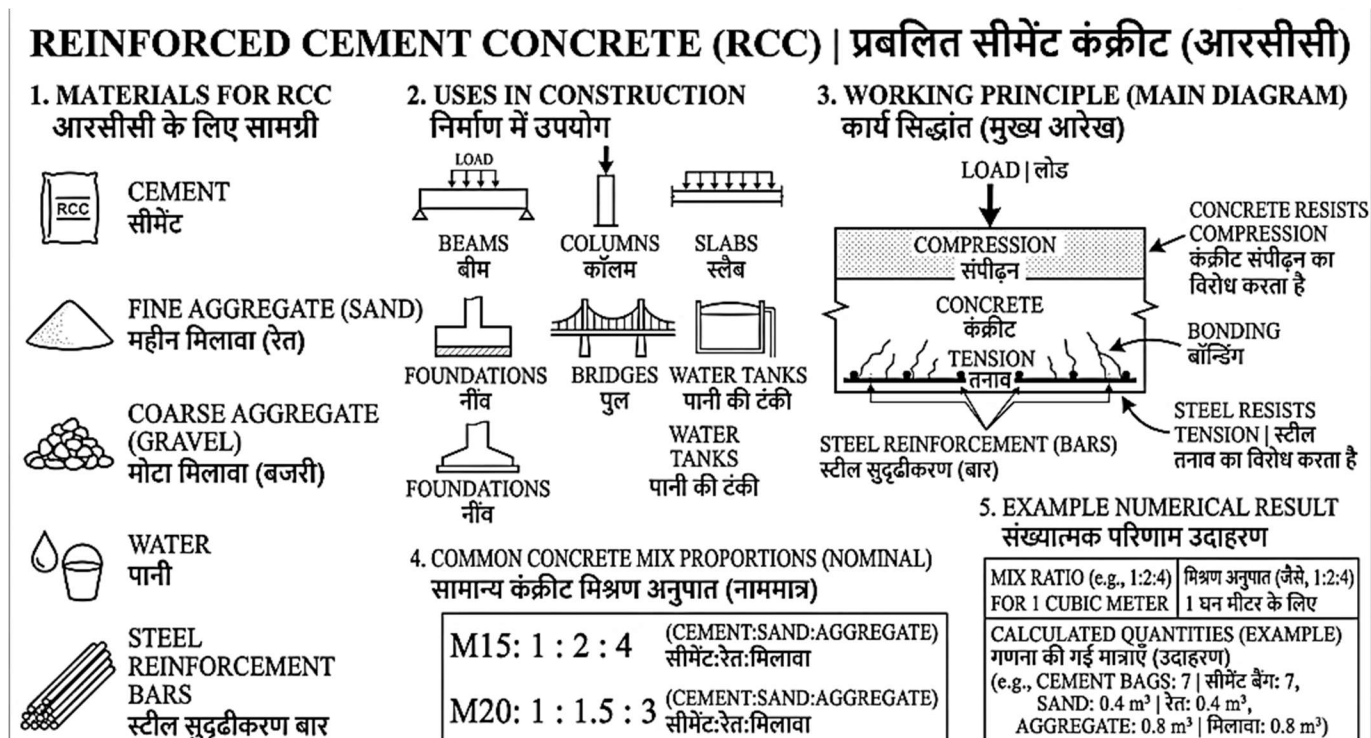

Fig. 5.1: Reinforced Cement Concrete (RCC) – Materials, Uses & Working Principle | प्रबलित सीमेंट कंक्रीट (आरसीसी) – सामग्री, उपयोग एवं कार्य सिद्धांत
5.1.1 Definition of R.C.C (Fig.5.1)
5.1.1 आर.सी.सी की परिभाषा (Fig.5.1)